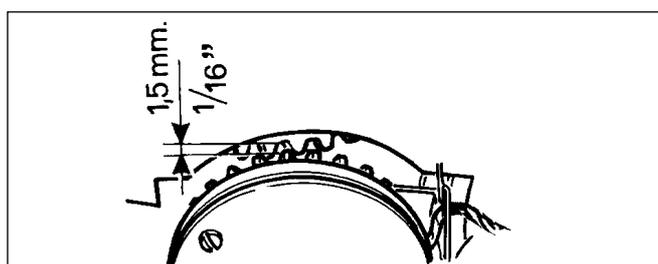

Abb. 18
- Falls sich das Zugseil nicht von allein wiederaufwickelt, prüfen Sie: den Mitnehmer (4); falls dieser durchdreht, ziehen Sie die Mittelschraube (3) an. Bewegt sich die Achse, tauschen Sie den Starterhalter (11) aus.
- Bei nicht eingreifender Verzahnung prüfen Sie: den Abstand zwischen Zahnkranz- und Schwungradzähnen; dieser sollte nicht mehr als 1,5 mm (1/16") betragen (Abb. 18). Um den Zahnabstand einzustellen, ziehen Sie die Schraube nach; hat sich die Bremsfeder gelöst, tauschen sie diese aus und prüfen Sie die Bremswirkung am Zahnkranz.